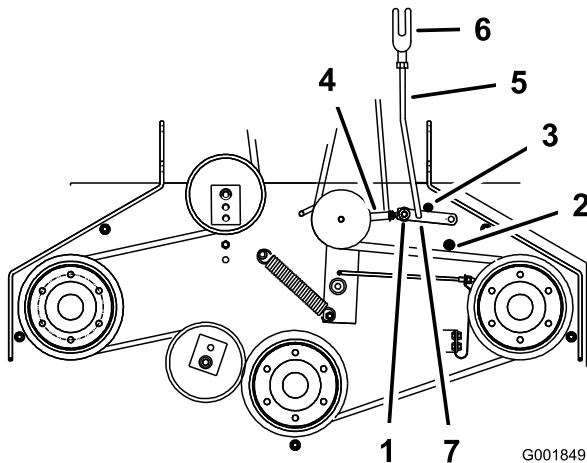

Figura 50
5. Asegúrese de que el brazo está en contacto con el tope trasero del brazo de la carcasa (Figura 50).
7. El brazo debe entrar en contacto con el tope delantero del brazo de la carcasa. Si no lo hace, la palanca acodada debe acercarse más al refuerzo (Figura 50).
8. Para ajustar el acoplamiento del brazo, retire el pasador de horquilla del brazo (Figura 50).
11. Instale el acoplamiento en el brazo y sujetelo con el pasador de horquilla (Figura 50).